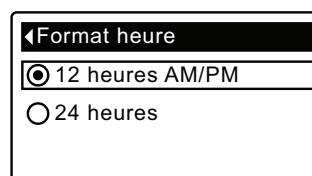

FIG. 48
1. À partir d'un écran d'état dynamique, appuyez sur le SÉLECTEUR (O) pour afficher le **Menu principal**.
3. Appuyez sur le SÉLECTEUR (O) pour afficher le menu des préférences utilisateur.
5. Appuyez sur le SÉLECTEUR (O) pour afficher le menu du format heure (cf. Figure 48).
6. Si le cercle à côté du format souhaité a déjà un point (cf. Figure 48), passez à l'étape 7. Sinon, appuyez sur le bouton BAS (▼) ou HAUT (▲) pour passer à l'autre format, puis sur le SÉLECTEUR (O) pour valider votre choix.
7. Appuyez sur le SÉLECTEUR (O) : l'afficheur revient au menu des préférences utilisateur.